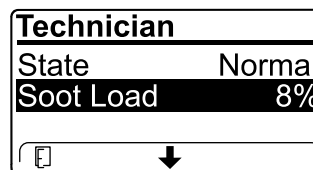

Figura 57
- Vizualizai sarcina de funingine care este măsurată ca procent de funingine din DPF (Figura 57); consultați tabelul cu cantitatea de funingine.